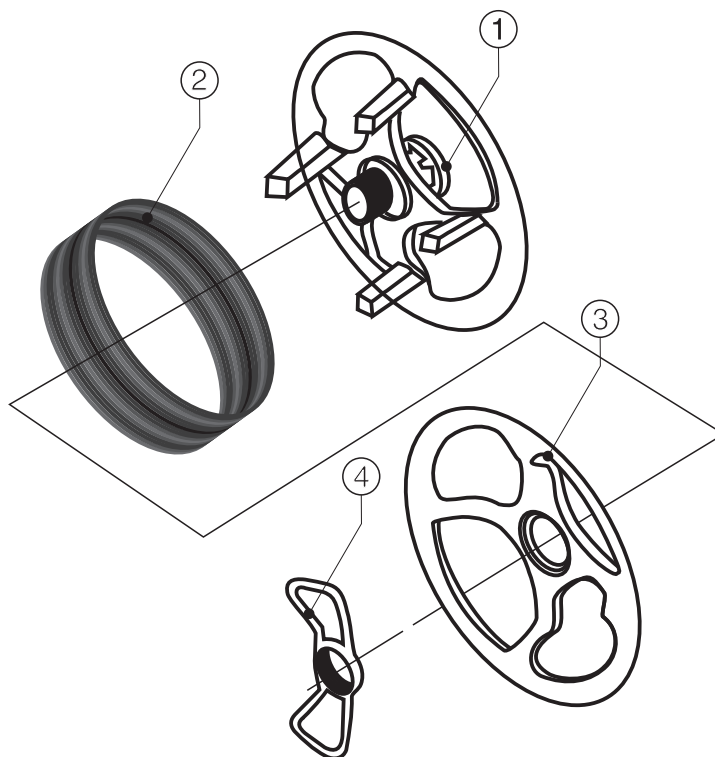

рис.3.6
Устройство загрузки сварочной проволоки представлено на рис.3.6.
Для загрузки используется специальная разборная катушка (см. рис.3.6), которая состоит из основания с раздвижными опорами п.1, накидной щекой п.3 и стяжной гайкой с ручками п.4.
- └ отвернуть стяжную гайку п.4 рис.3.6;
- └ снять накидную щеку катушки п.3 рис.3.6;